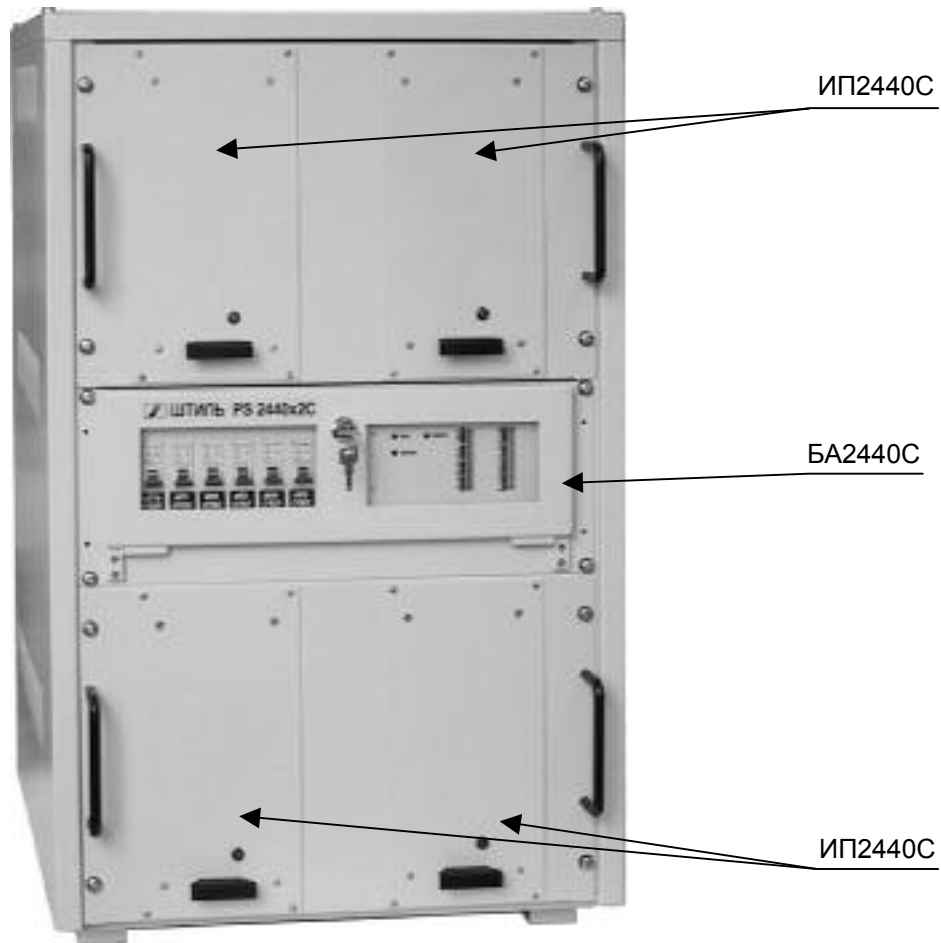

Рисунок 1. Внешний вид ИБП
5.1 ИБП представляет собой модульную электропитающую установку, собранную в одной металлической стойке (см. рисунок 1). Горячее резервирование по типу N+1 достигается параллельным соединением блоков питания.